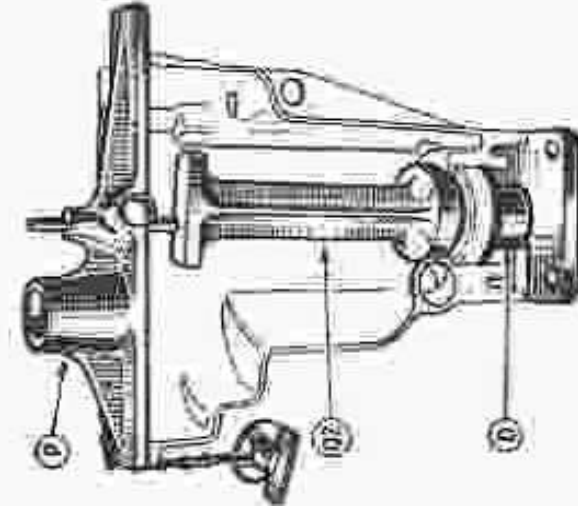

FIG. 71. — Détermination de l'ajustement de la cale du roulement AB.
- Monter l'extracteur E et son entretoise pour maintenir le roulement contre l'épaulement du carter. (fig. 71).